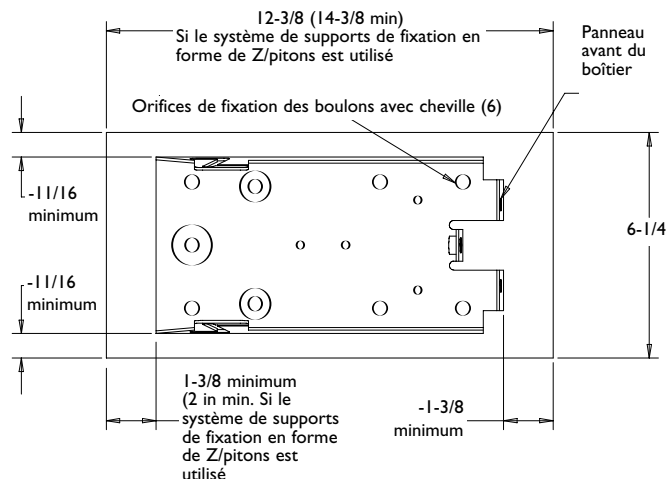

Figure 3 : Installation du panneau supérieur
1. Placez le panneau supérieur sur le plafond ou le mur, à l'horizontale ou à la verticale, en fonction des exigences requises par votre installation (figure 3). Pour que celle-ci soit correcte, choisissez de préférence une surface plane et lisse. Veuillez noter l'espace minimum requis en vous référant à la figure 3.